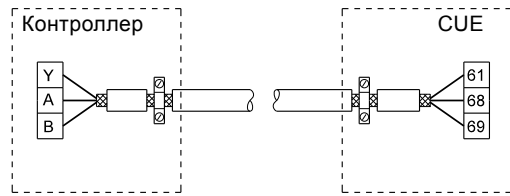
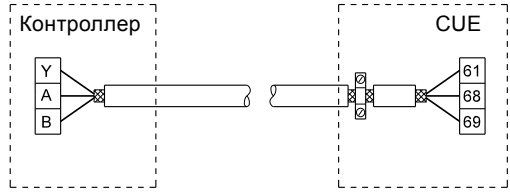

Рис. 39 Пример подключения к шине 3-жильного кабеля с экраном с подключением на двух сторонах
Рис. 40 Пример подключения к шине 3-жильного кабеля с экраном, подсоединенным к преобразователю частоты CUE (контроллер без зажима для экрана)
- Подключайте экран кабеля к корпусу на обоих концах и для сигнальных кабелей. См. рис. 39. Если на контроллере отсутствует хомут, подключайте экран сигнального кабеля только к корпусу преобразователя частоты CUE. См. рис. 40.